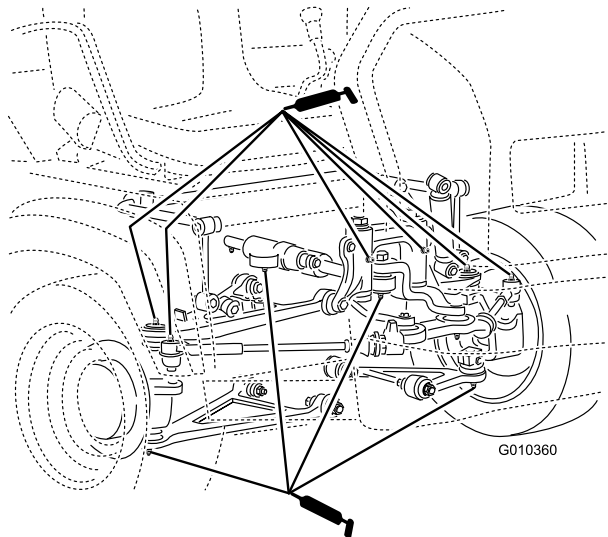

Figura 39
- Juntas de esferas (4), barras de ligação (2), montagens articuladas (2) e cilindro de direcção (2) (Figura 39)